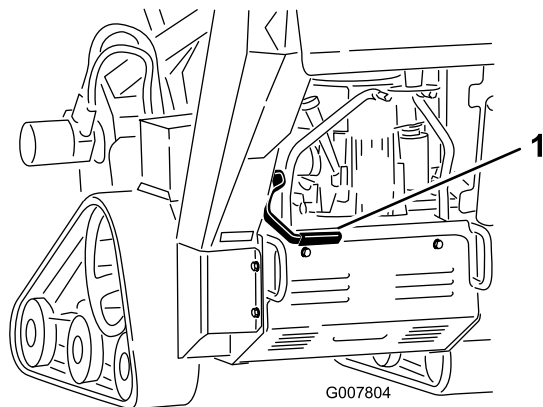

Figura 14
- Per inserire il freno di stazionamento spingete indietro la relativa leva e alzatala (Figura 14).
- Per rilasciare il freno, spingete indietro la leva e abbassatela (Figura 14).